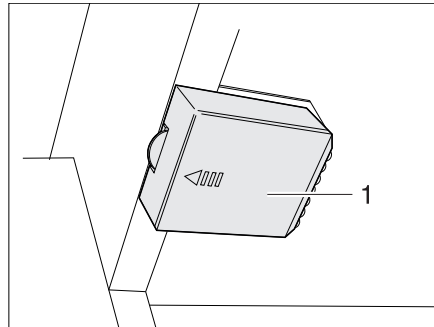

Fig. 182 Lámpara del armario ropero con LED, compartimiento de la batería cerrado
- Deslizar la tapa (Fig. 182,1) en sentido de la flecha.